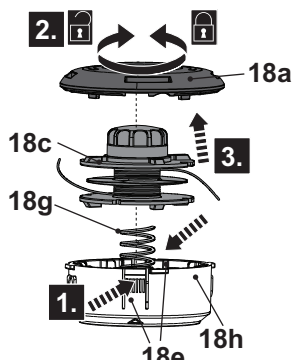

Fig. 29
5. Appuyez sur les loquets de déverrouillage (18e) des deux côtés et maintenez-les dans cette position (Fig. 29, étape 1), puis tournez le couvercle (18a) dans le sens inverse des aiguilles d'une montre pour le désengager de la tête de coupe (18) (Fig. 29, étape 2).
6. Retirez le couvercle (18a) et la bobine (18c) du boîtier (18h) (Fig. 29, étape 3).